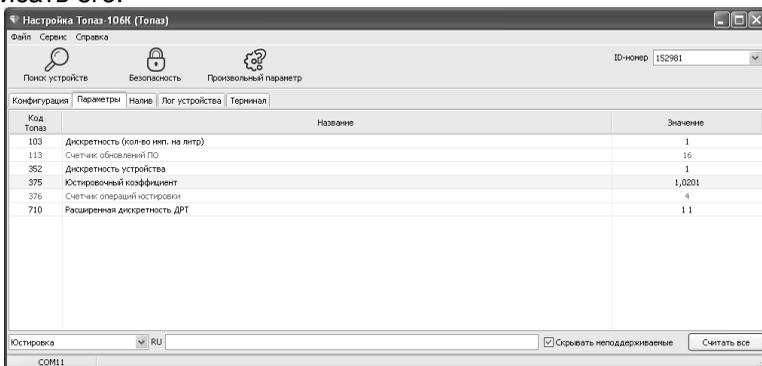

Рисунок 7
- д) параметру "Юстировочный коэффициент" (рисунок 7) установить значение **равное показаниям мерника в литрах (килограммах)** и записать его.